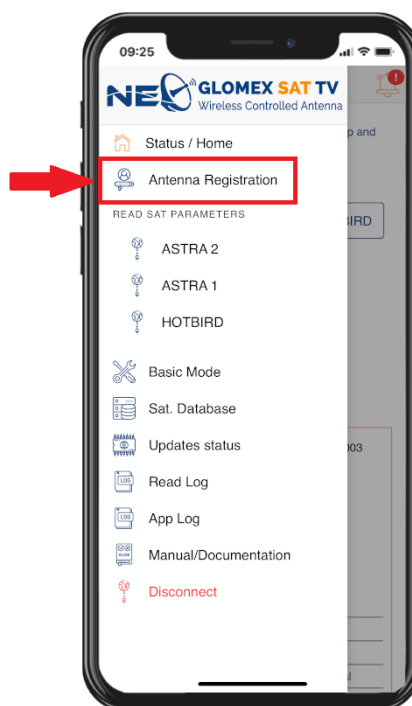

Fig. 46
- Cliccare su "Registrazione Antenna" (**Fig. 46**).